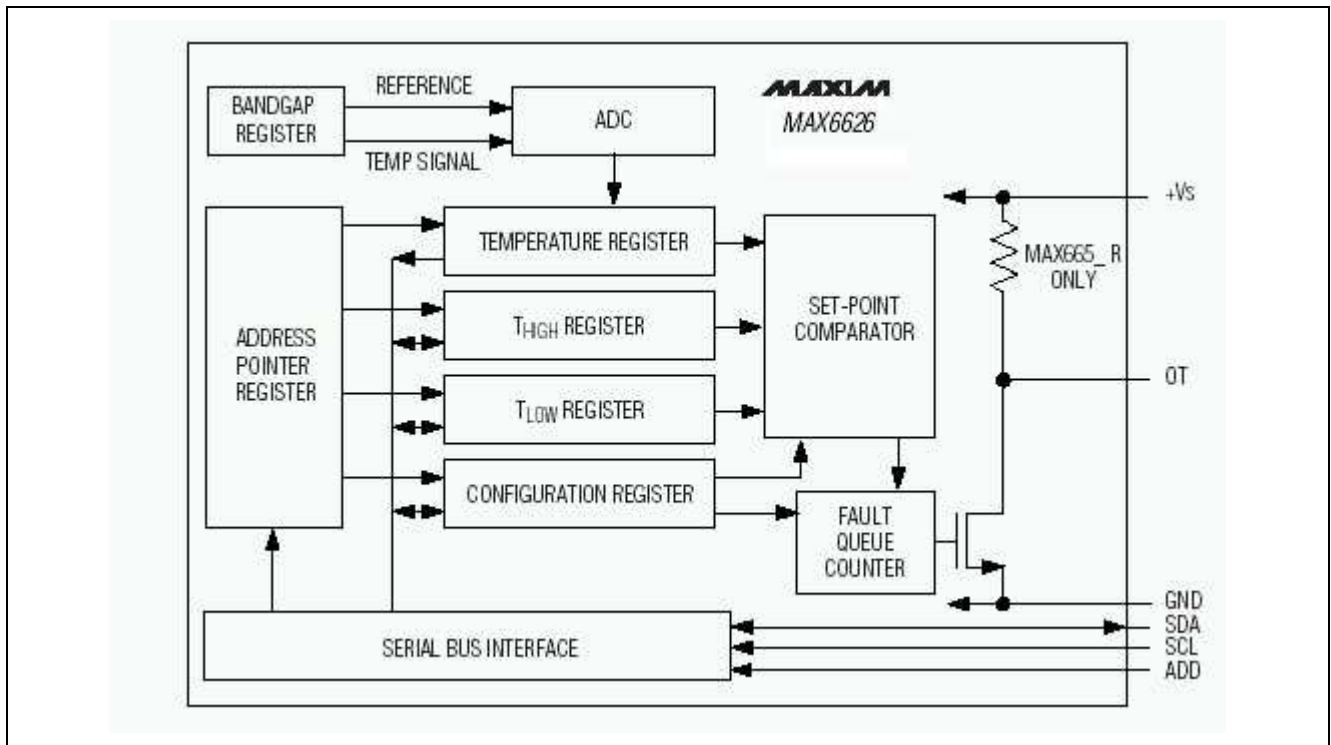

图 10 温度传感器的框图
MAX6626 由温度传感器、可编程超高温报警和 I²C 兼容串行接口等构成。使用内置的 A/D 转换器将芯片的温度转换为数字值。转换结果被保存到温度寄存器，随时能通过串行接口读取。如果转换结果超过可编程高温寄存器的值，就启动专用报警输出 (OT)。该寄存器能保存错误数，在报警启动前发生错误数能自由设定。这能在噪声多的环境下防止假报警。此器件作为从属器件，支持字节/字单位的读/写命令。功能框图如图 10 所示。